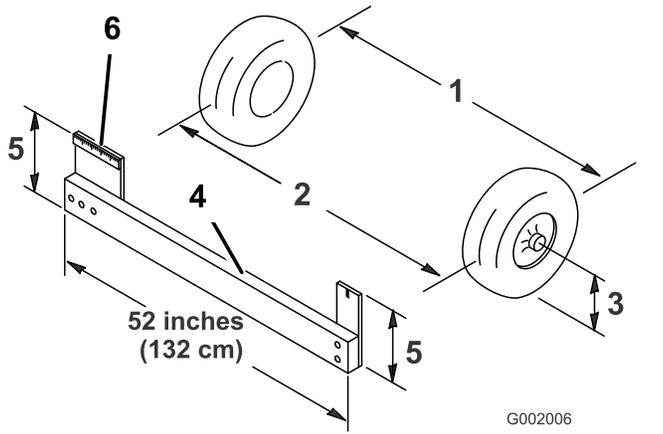

図 45
4. 前輪の前と後ろで、左右のタイヤの中央線間距離を測る計測はアクスルの高さで行う 図 45。
注 前輪の後側をアクスルの高さで正しく測定するには専用測定具か整列ゲージが必要となる。前後の計測とも同じ道具を使用し、アクスルの高さで正しく測定すること 図 45。